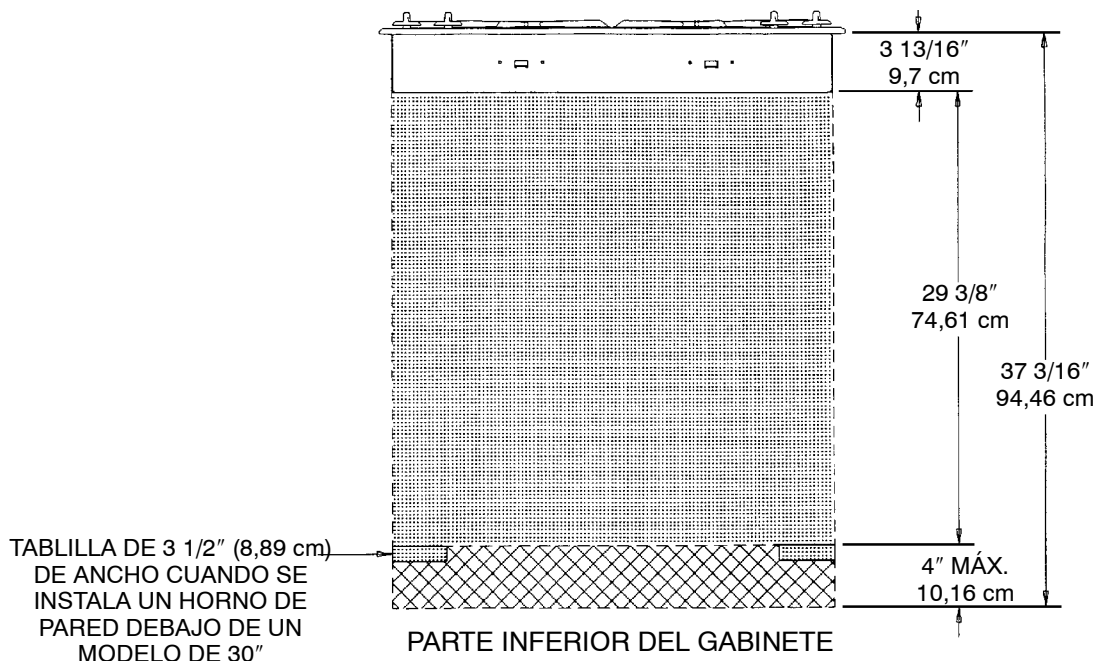

FIGURA 6
**NOTA 1:** Deberá instalarse este electrodoméstico y sus fuentes de suministro de gas y eléctrico antes de instalar el horno de pared. Vea la ilustración (Información de alambreado eléctrico – en la página 7, figura 6) para encontrar las ubicaciones recomendadas del suministro eléctrico.
Este electrodoméstico está equipado con un cordón eléctrico con conexión a tierra. Debe proporcionarse un tomacorriente conectado a tierra. Se recomienda, por comodidad, que el tomacorriente se encuentre (con referencia a la figura 6) como en el punto A o el B que aparecen a continuación:
- A. Si no se instalará otro electrodoméstico debajo de éste, deberá colocarse dentro del área sombreada o el área cuadrículada que se muestra en la figura 6.
1. debe colocarse dentro del área cuadrículada de la figura 6, o bien
Si se instalará un horno de pared debajo de este electrodoméstico y el tomacorriente de las unidades del mostrador se montará dentro del área cuadrículada de la figura 6: